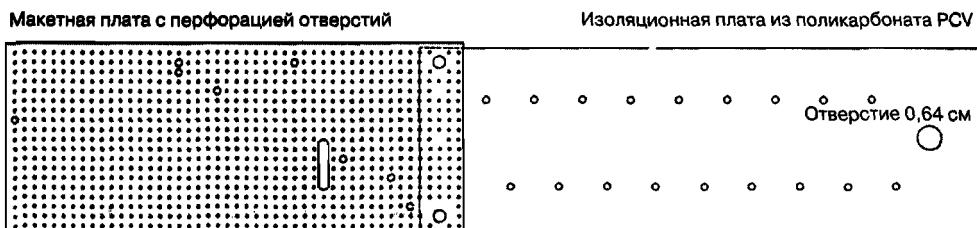

Рис. 22.3. Изготовление платы запускающего генератора и умножителя
2. Вырежьте из заготовки макетную плату с перфорацией отверстий 0,25 см и размерами 12,19×7,37 см. Вырежьте пластину из поликарбоната размерами 25,4×7,37×0,16 см для изоляционной платы, на которой будет размещена высоковольтная часть устройства (без трансформатора Т1) – 10 секций умножителя. Наметьте и просверлите отверстия, как показано на рис. 22.3. Опцию печатной платы PCB можно приобрести в фирме Information Unlimited.